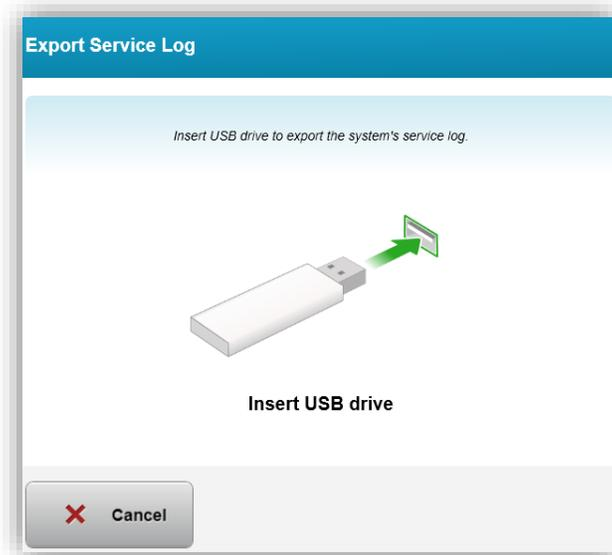

Abbildung 3-56. Service-Protokoll auf USB-Laufwerk exportieren
- Befolgen Sie die Anweisungen auf dem Bildschirm und verbinden Sie wie in Abbildung 3-56 veranschaulicht ein USB-Laufwerk mit dem USB-Anschluss.